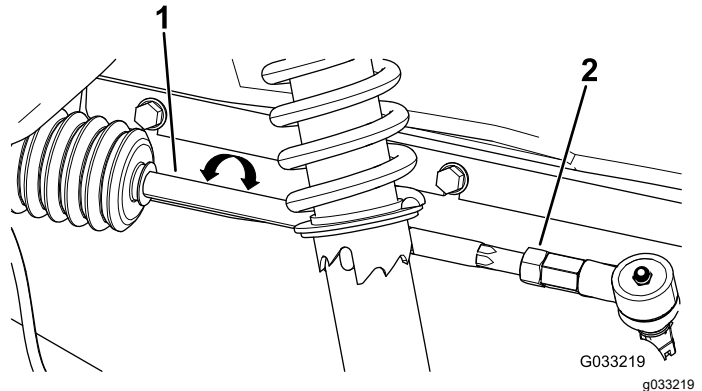

Figura 60
2. Si la distancia no es de 0 mm – 6 mm (0 – ¼"), afloje las contratuercas en el extremo exterior de las bielas (Figura 60).